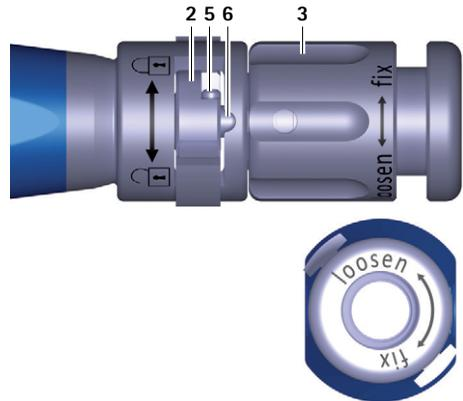

Fig. 1 Vue rapprochée de l'instrument d'insertion, bouton de commande ouvert
- ▶ Tourner l'écrou de serrage **3** sur l'instrument d'insertion **A** en sens inverse des aiguilles d'une montre (sens "loosen") pour pousser la barre **6** vers l'avant, voir Fig. 1.
- ▶ Tourner le bouton de commande **2** vers la gauche (sens ⤵), voir Fig. 1.
- Tourner le bouton de commande **2** vers la gauche (sens ⤵), voir Fig. 1.
- Vérifier la position d'accouplement de l'instrument d'insertion **A**, voir Fig. 1.
- ▶ Tourner l'écrou de serrage **3** en sens inverse des aiguilles d'une montre (sens "loosen") pour pousser la barre **6** vers l'avant, voir Fig. 1.